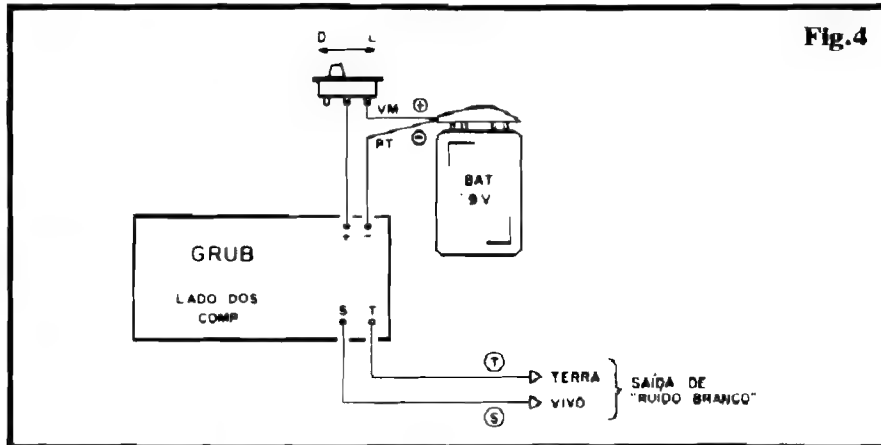

Fig. 4
- FIG. 4 - O QUE FICA "DA PLACA PRA FORA..." - As conexões externas à placa são vistas na figura, que traz ainda o Impresso mostrado pela sua face não cobreada (comparar com a figura anterior, que mostra o mesmo la-